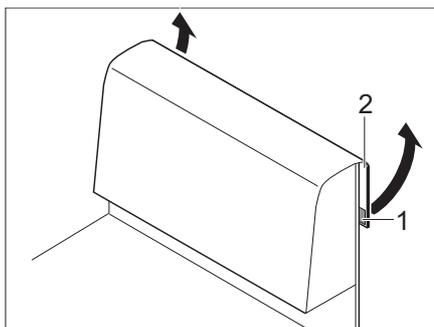

Fig. 65 Coussin de dossier
- Détacher la fermeture velcro (Fig. 65,1) au niveau du rabat (Fig. 65,2) à l'arrière.
- Tirer le rabat en tissu (Fig. 65,2) vers le haut.